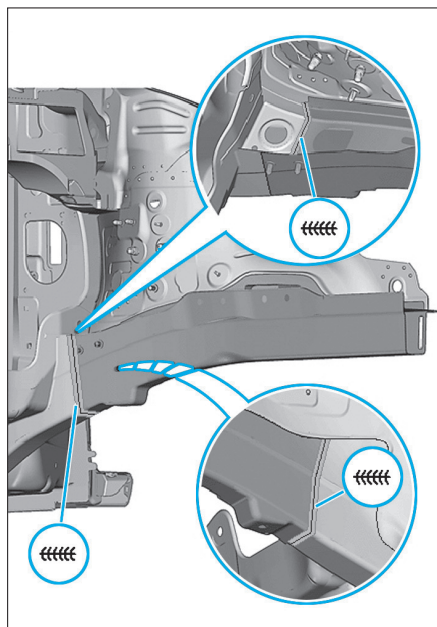
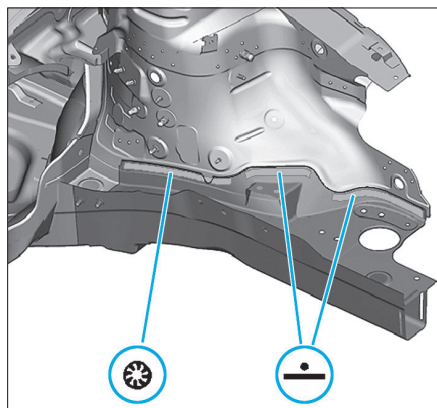

FIG. 22
FIG. 23
- Ajuster et souder l'élément neuf comme illustré (Fig.22) et (Fig.23).